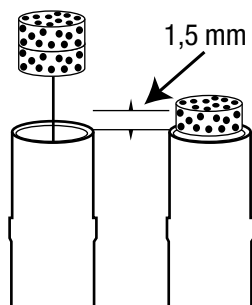

Figura 3
4. Indossando dei guanti puliti e asciutti, inserire un filtro nuovo nel cono d'ancoraggio (vedere la Figura 3).